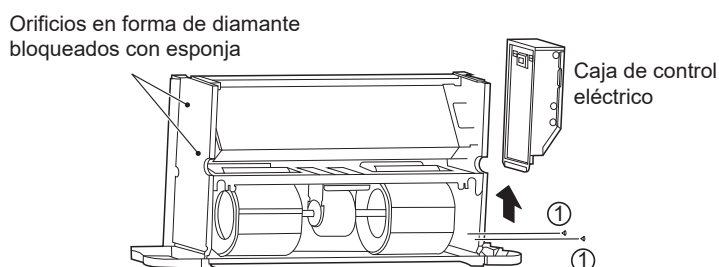

Figura 5-19: Extracción de la caja de control eléctrico y bloqueo de los orificios en forma de diamante
Tal como se muestra en la Figura 5-19, retire los tornillos ①*2 para extraer la caja eléctrica.
Como se muestra en la Figura 5-19, bloquee los orificios con forma de diamante en la placa lateral (la placa sin tuberías de entrada ni de salida) con una esponja.